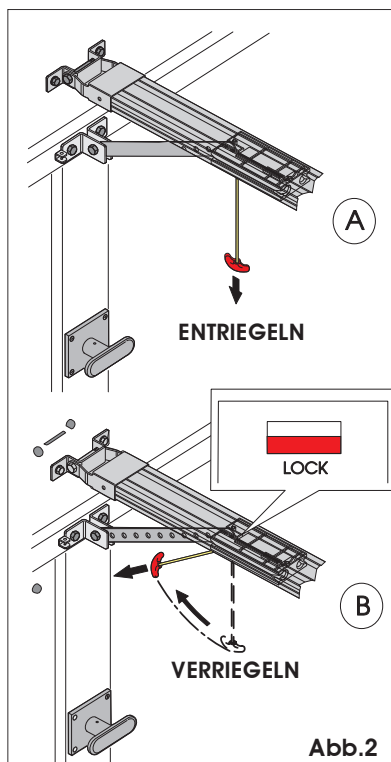

Abb.2
- Den Antrieb entriegeln und hierzu den Freigabehebel nach unten ziehen (Abb. 2 Bez. A).
- Die Automation erneut verriegeln und hierzu den Griff waagrecht ziehen (Abb. 2 Bez. B) und sicherstellen, dass das Fenster „LOCK“ unterhalb des Schlittens beim Loslassen rot ist. Dies bedeutet, dass der Betrieb ordnungsgemäß wiederhergestellt wurde.